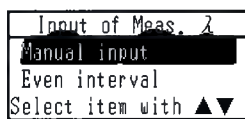
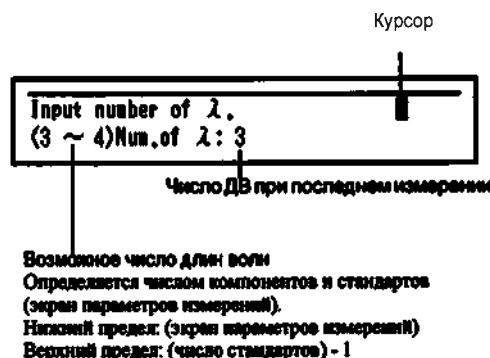

Рис. 11.4 Экран выбора способа ввода рабочих длин волн
Рис. 11.5 Экран ввода числа рабочих ДВ
Когда Вы нажимаете клавишу **F1** [Input λ] на экране обзора текущих установок длин волн (Рис. 11.3) появляется окно выбора способа ввода длины волны (Рис. 11.4). Передвиньте курсор с помощью клавиш   и после выбора способа ввода нажимайте клавишу **ENTER**.
Когда Вы выбираете [Manual input] (ручной ввод) на Рис. 11.4, на дисплее прибора появляется окно Рис. 11.5.
- 1 Обратите внимание на возможное число длин волн внизу экрана (рис.11.5) и введите необходимое количество рабочих длин волн в позиции курсора.